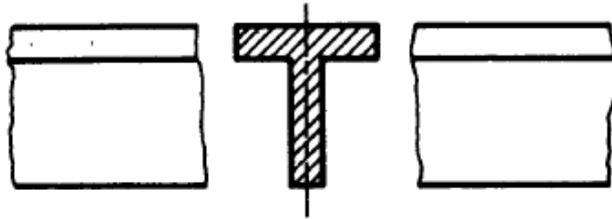
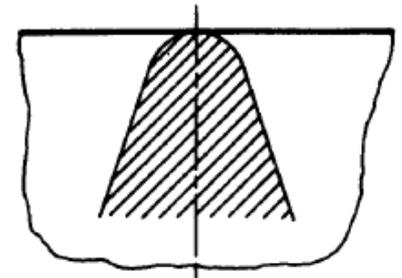

Figura 11
Figura 12
4.4.1 Una sección transversal podrá quedar interpolada dentro de la representación, haciéndola girar 90° sobre el lugar mismo de seccionamiento y, preferentemente, la sección interpolada no será atravesada por ninguna línea llena (fig. 10), pudiendo despejarse el lugar de la sección transversal, como muestra la figura 11. Una sección interpolada podrá ser parcial, como en el caso de la figura 12, que muestra la configuración de la vista de un refuerzo.